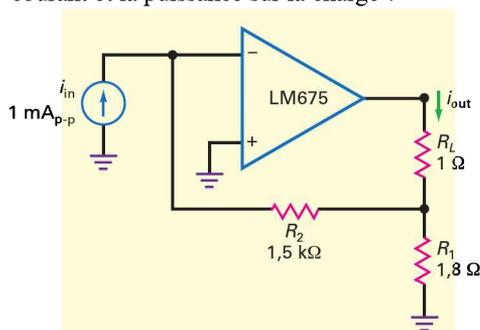

Figure 17.19
17.14 **Multisim** Quel est le gain en courant sur la figure 17.19 ? La puissance sur la charge ?
17.15 **Multisim** Si la résistance de charge passe de 1Ω à 2Ω dans la figure 17.19, que valent le gain en courant et la puissance sur la charge ?
17.16 Sur la figure 17.19, si la résistance $1,8 \Omega$ devient $7,5 \Omega$, quelles sont les valeurs du gain en courant et de la puissance sur la charge ?